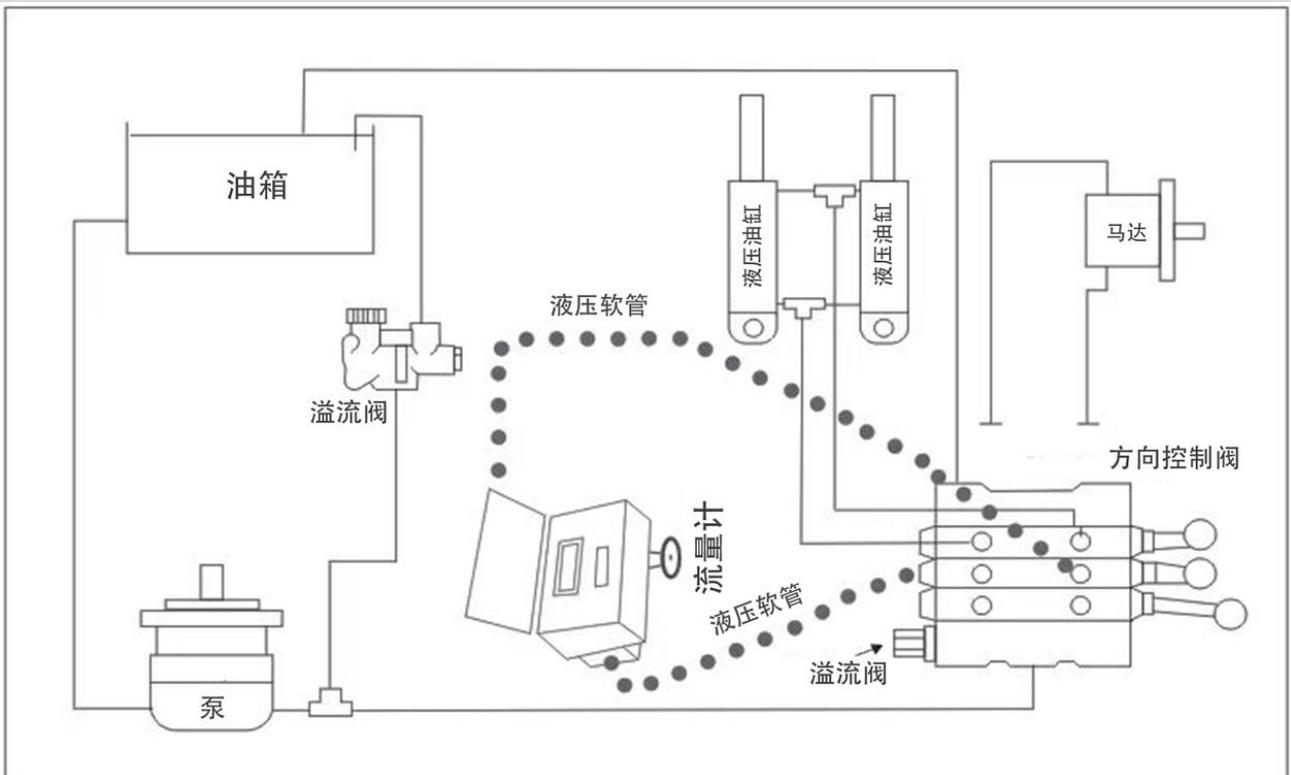

图 A3
对方向控制阀的线性测试（测试仪的连接方式见图 A3 所示）
5.3 液压油缸测试（请见图 A3）
按图 A3 所示方法安装流量测试仪。对液压缸进行提高或者降低的动作操作。同时注意记录测试仪上流量和压力的测试数值，并注意记录液压油缸到达满行程所需的时间。
按照 **图 A3** 的连接方式，在马达回路上游安装流量测试仪。
马达和液压油缸也能用**图 A3**的方法测试。